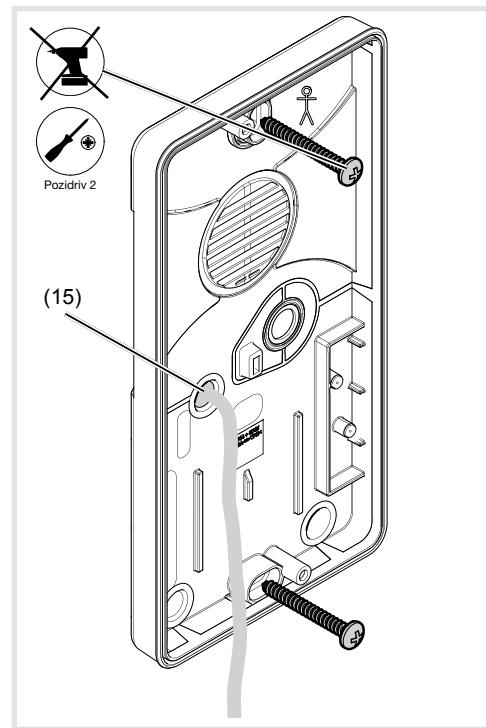

Bild 6: Befestigung der Sockelplatte (15) Kabeldurchführung
- Mit einem spitzen Gegenstand (Stift, Schraube, starker Kupferdraht, etc.) die Membran durchstoßen, um die benötigte Öffnung zur Kabeldurchführung herzustellen (Bild 6).
- Halterung an der Wand positionieren, um die beiden Befestigungspunkte festzulegen (Bild 6).